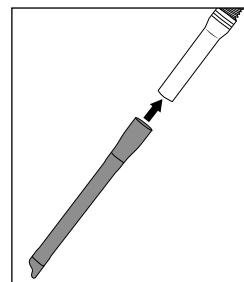

Bild 11
- ◆ Sätt fogmunstycket ⑤₅ på sugslangen ②₃ för att dammsuga i t ex hörn och fogar (se bild 11).